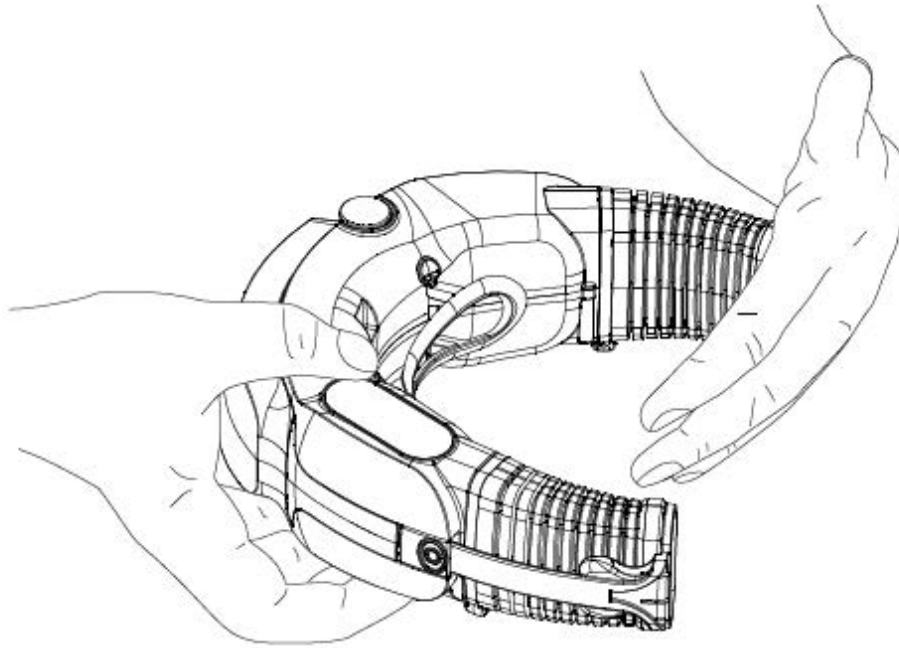

Figure 24 – Blocking the air outlet for a blocked filter alarm test
1. レスピレーターからマスクを取り外します。手を使用して、排気口を完全に覆います(図24を参照)。